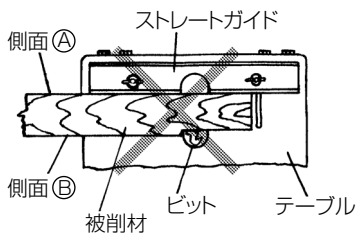

図 47
- 図 47 のように被削材の側面 ㉑ をストレートガイドで案内しながら、側面 ㉒ の加工をしないでください。